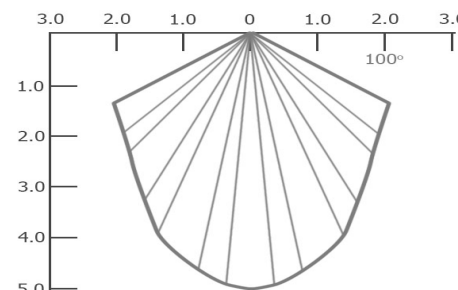

Рисунок 3. Диаграмма чувствительности датчика движения.
- 9.2. Светильники с датчиком движения рекомендуется устанавливать на высоте не менее чем 2.7 – 3 м над уровнем пола для более эффективного использования датчика движения. См. Рисунок 3.